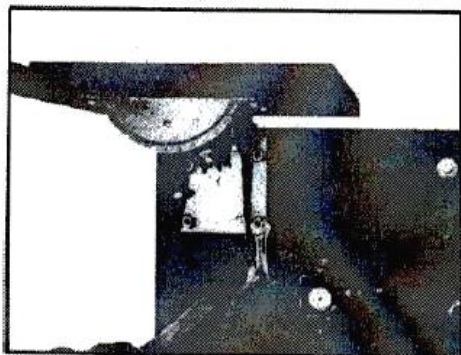

Рис. 5
- Стол пилы может наклоняться до 45°. Для наклона ослабить барашек цапфы стола (**Рис. 5**).